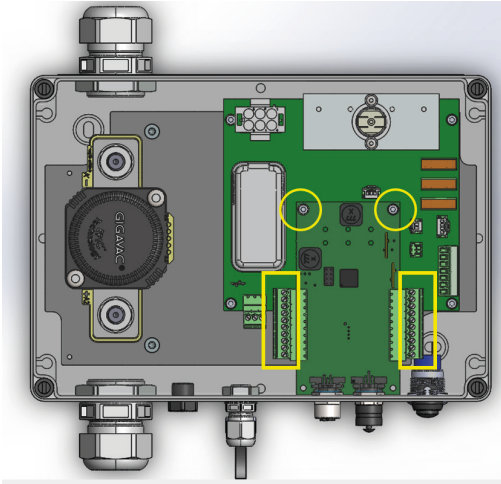

Abbildung 21. Zu trennende M3-Sechskantschrauben und Anschlüsse
4. Die 2 Schrauben, mit denen die BCI-Platine an den Abstandshaltern befestigt ist, mit dem M3-Sechskantschlüssel entfernen und die 2 grünen Steckverbinder gemäß Abbildung 21 trennen.